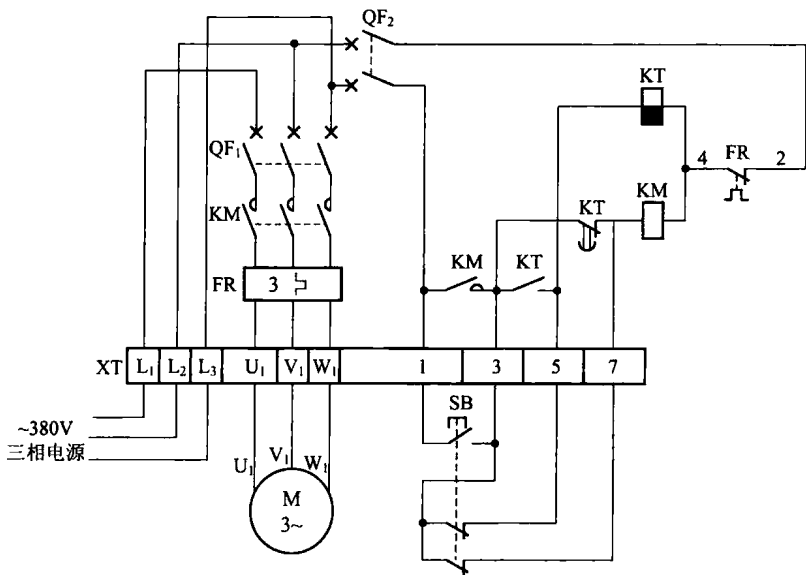

图 1.7 单按钮控制电动机启停电路(一)布线图
2. 电路布线图(图 1.7)
从图 1.7 中可以看出,XT 为接线端子排,通过端子排 XT 来区分电气元件的安装位置,XT 的上方为放置在配电箱内底板上的电气元件,XT 的下方为外接或引至配电箱门面板上的电气元件。